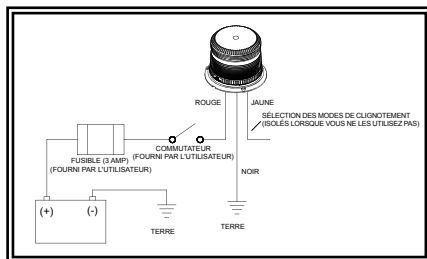

Figure 3
4. Reliez les câbles d'alimentation comme indiqué dans la section sur le câblage (voir figure 3).
La configuration du câblage est présentée dans la figure 3 ci-dessous. Tous les câblages doivent être d'un minimum de 18 AWG. Il est possible d'employer un interrupteur pour contrôler la fonction d'allumage et d'arrêt. Le fil noir (négatif) est connecté à la masse de la batterie.